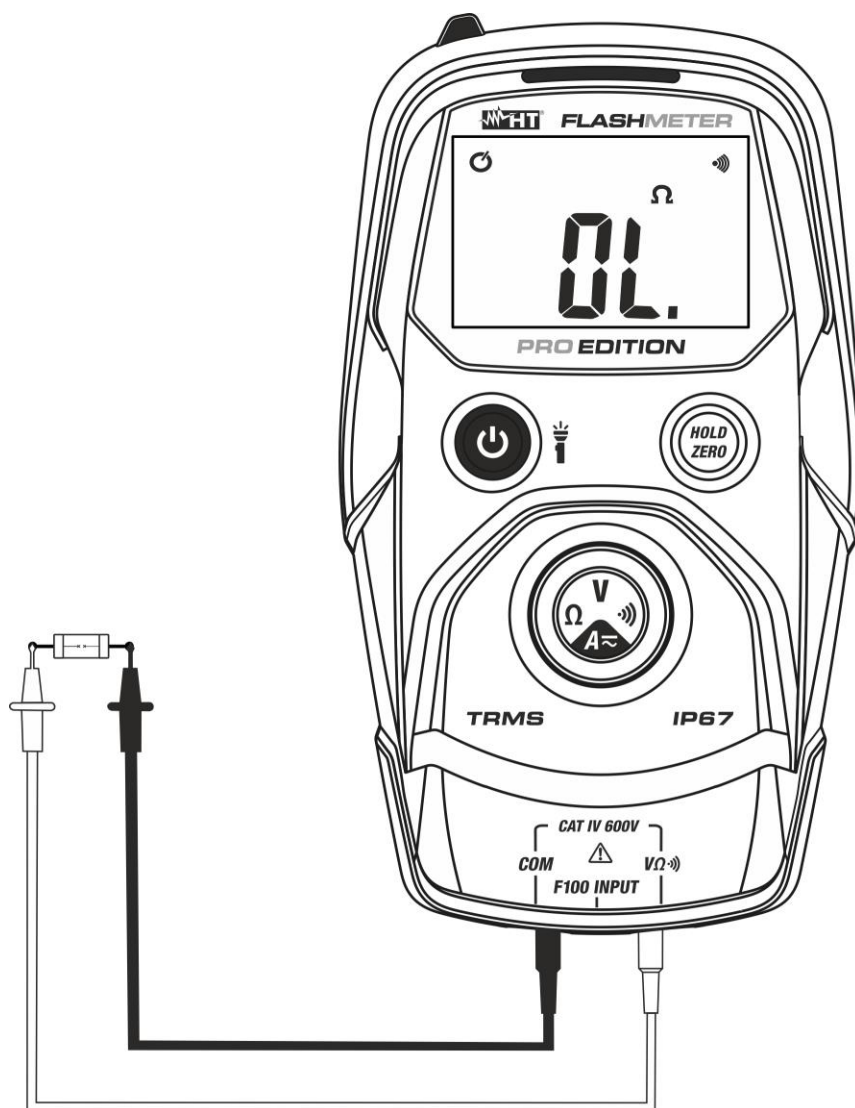

Fig. 6: Uso dello strumento per il Test Continuità
4. Posizionare i puntali nel circuito esame (vedere Fig. 6). Il cicalino continuità è attivo per $R < 50\Omega$